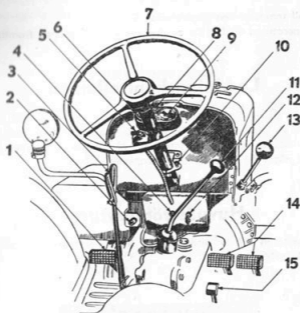

Bild 2. Instrument och manöverorgan
Oljetryckmätaren 6 (bild 2) anger oljetrycket i motorns smörjsystem. Den visar däremot inte den mängd olja som finns i vevhuset. Trycket anges i kg/cm^2 och skall vid normalt varvtal (1500 r/m) och normal temperatur (70—80° C) vara 3—4 kg/cm^2 .
1. Koppla till huvudströmbrytaren 12 (bild 2), varvid den röda laddningskontrolllampan 4 på instrumentbrädan tändes.